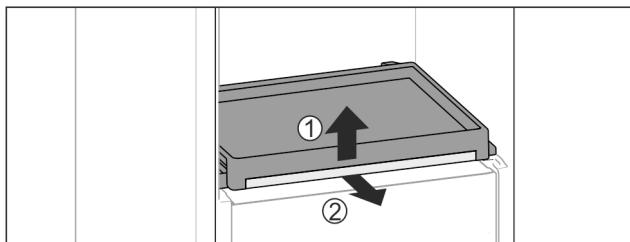

Fig. 31
- Vyjměte vysouvací příhrádku se skleněnou deskou: Skleněnou deskou vpředu lehce nadzvedněte Fig. 31 (1) a vytáhněte dopředu Fig. 31 (2).